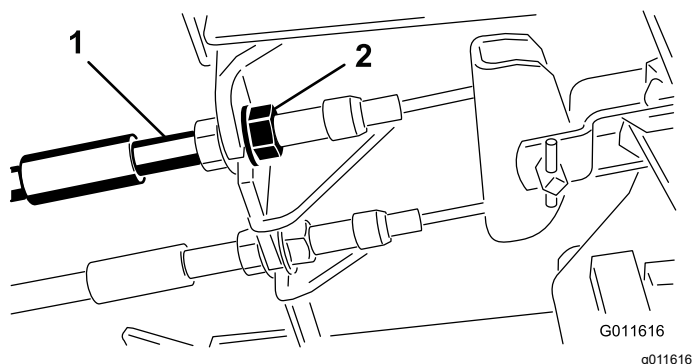

Figure 83
1. Pour réduire la garde aux pédales de frein, serrez les freins en desserrant l'écrou avant sur l'extrémité fileté du câble de frein (Figure 83).